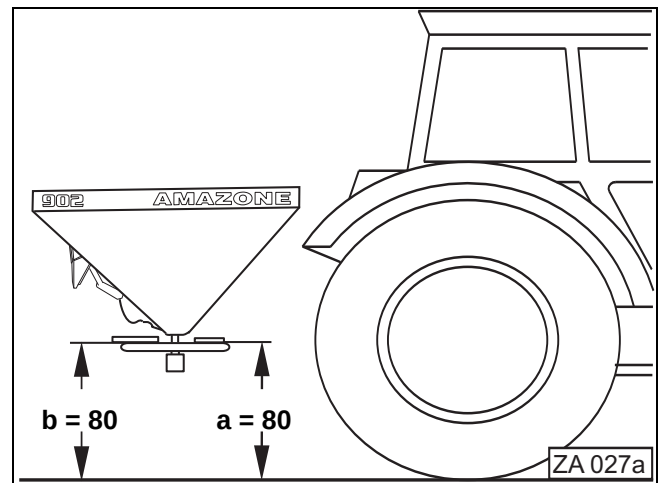

Fig. 7.1
Die Anbauhöhe des Streuers in beladenem Zustand waagrecht auf 80 cm einstellen (Fig. 7.1). Gemessen wird an der Streuscheibenvorder- (80) und -rückseite (80) jeweils ab Bodenoberfläche.